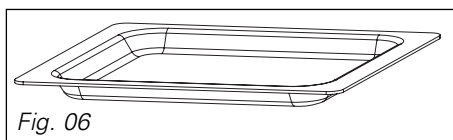

Fig. 06
• **De glazen braadslee (Fig. 06):**